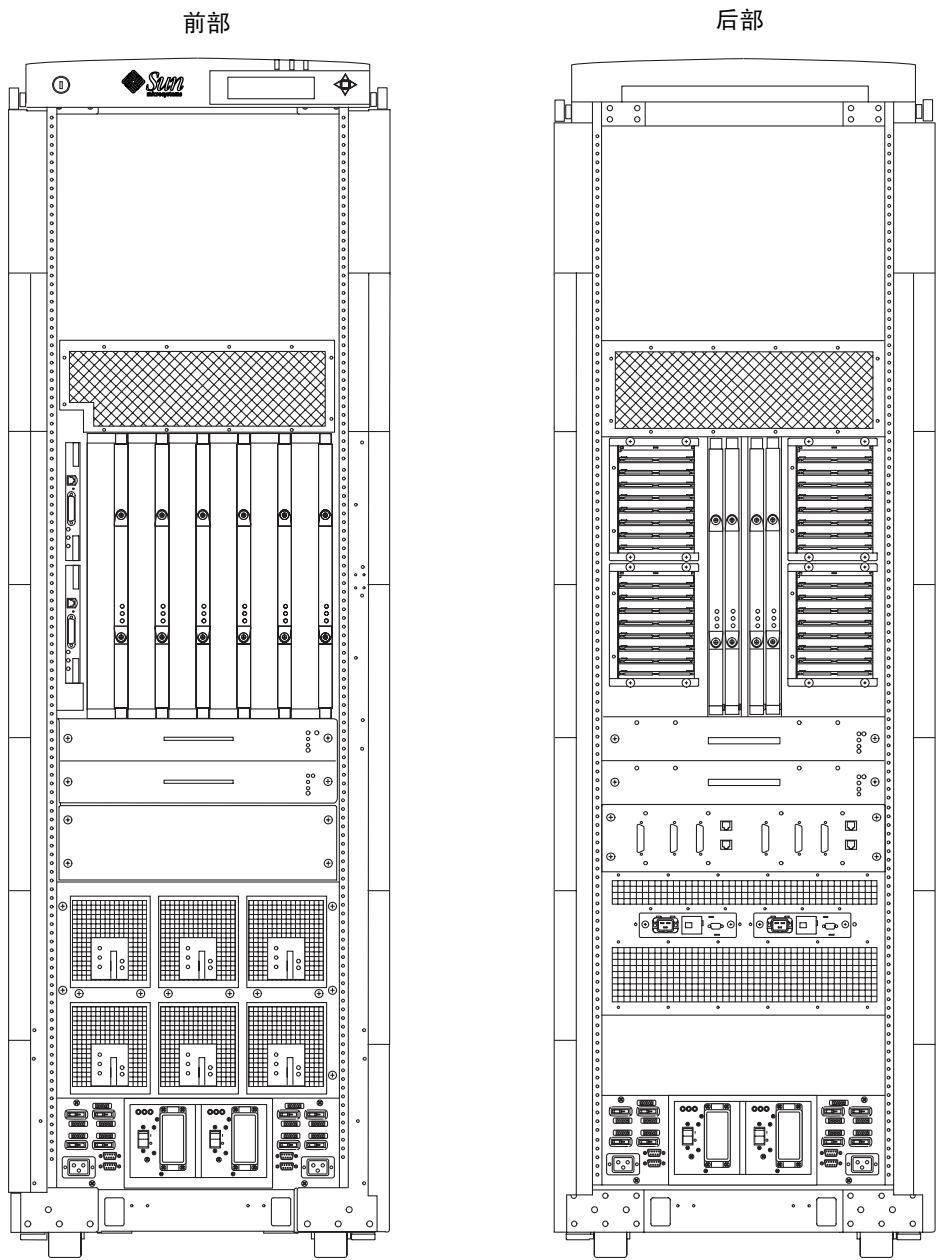

图 1-2 Sun Fire E6900 系统机箱 - 前、后视图
- 图 1-2 Sun Fire E6900 系统机箱 - 前、后视图 1-5
Sun Fire E6900 系统可以支持六块 CPU/内存板、四个 I/O 部件、四块中继器板和两块系统控制器板。尽管实际有四块中继器板，但从逻辑上讲它们是两个具有冗余特性的中继器（每两块物理中继器板组成一个逻辑中继器）。图 1-2 显示了 Sun Fire E6900 系统的前视图和后视图。表 1-1 列出了 Sun Fire E6900 系统的特性。